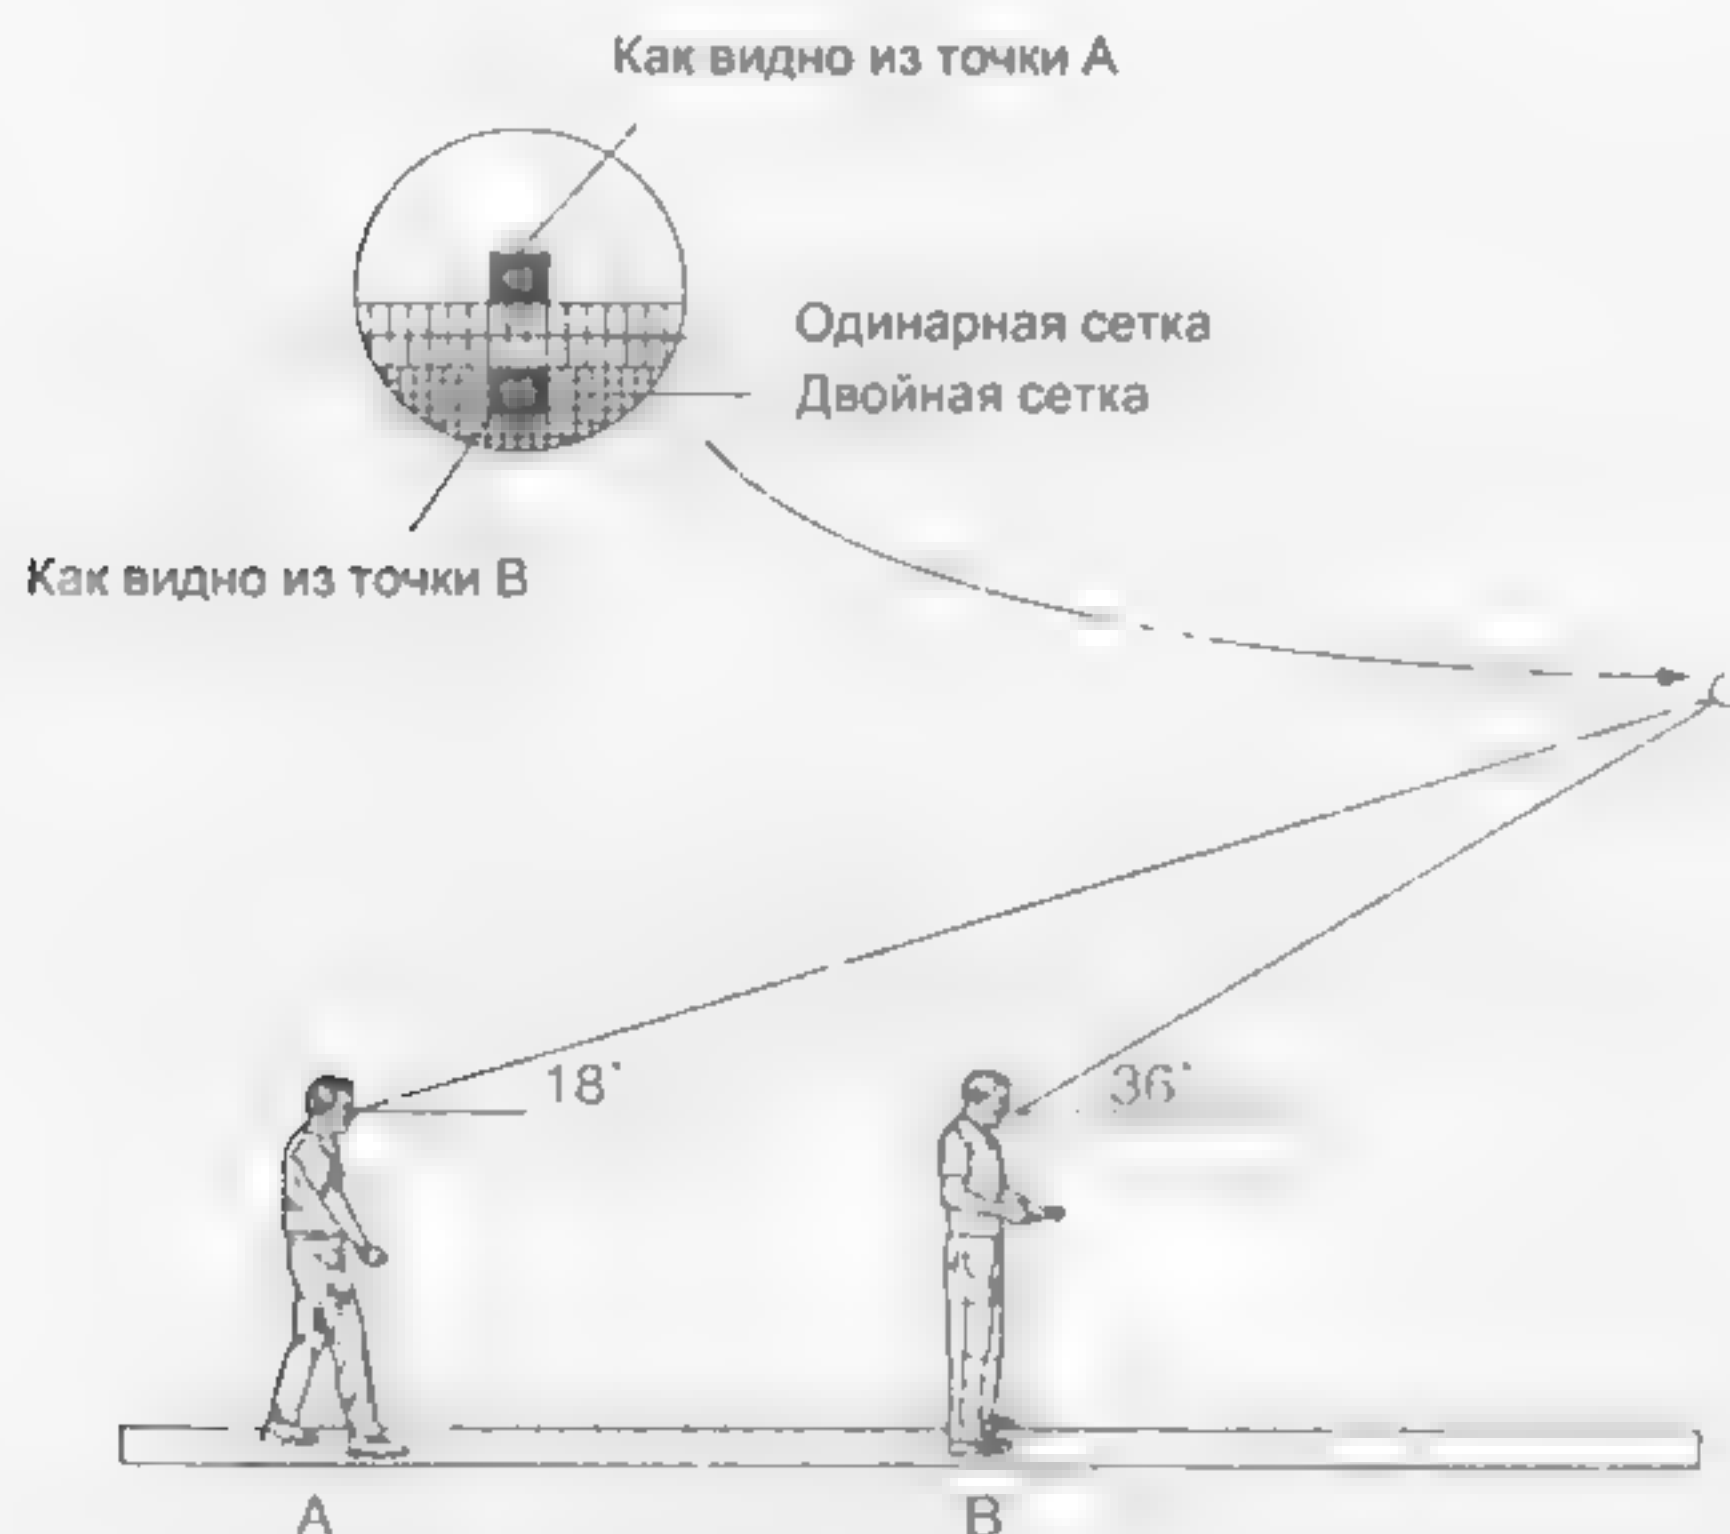

Рис. 18.2 Перемещение субъекта — использование половинных сеток-«паранджи»
- используйте половинные сетки или тюль, чтобы выровнять освещенность при проходе в направлении ключевого света (рис. 18.2)
Использование **половинных холстов, половинных сеток, занавесов** — обычный прием для того, чтобы обеспечить равномерность освещения в зоне сценического действия. Об этом говорилось ранее. Основное требование — это то, что должна быть существенная разница в угле между ключевым светом и актером (рис. 18.2).